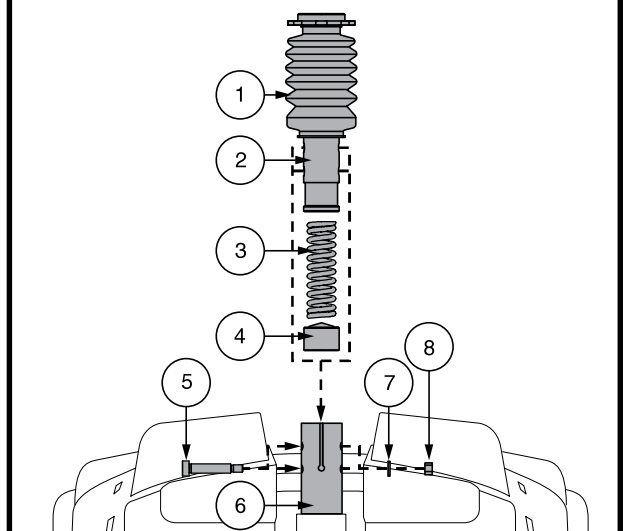

Figura 21. Regolazione altezza sedile - Asta Del Sedile
4. Spingere in basso l'asta del sedile allentando e rimuovendo il bullone laterale, la rondella e il dado. **Vedere figura 21.**
6. Installare la molla desiderata. **Vedere la figura 21.**